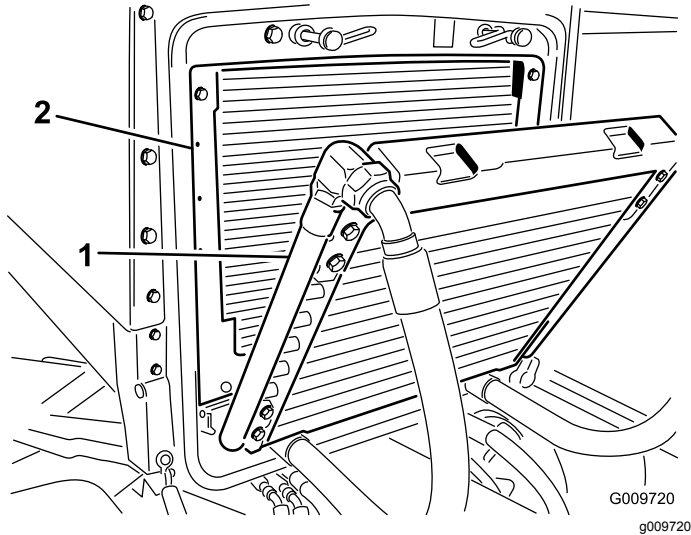

Figura 52
3. Girate indietro il radiatore dell'olio. Pulite accuratamente entrambi i lati dell'area del refrigeratore dell'olio e del radiatore utilizzando aria compressa (Figura 52). Iniziate dal lato anteriore ed eliminate i detriti spingendoli verso la parte posteriore. Successivamente eseguite la pulizia partendo dalla parte posteriore e soffiando l'aria verso la parte anteriore. Ripetete la procedura più volte fino a rimuovere completamente sporcizia e detriti.